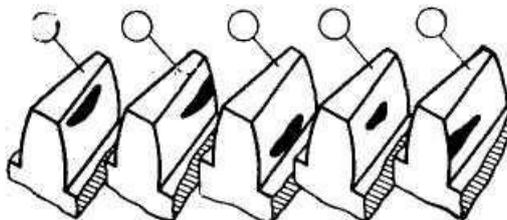

Рис. 4
1. Определить, какими цифрами обозначены на рис. 4 проверенные методом краски после ремонта и сборки конические зубчатые передачи с прямыми зубьями: